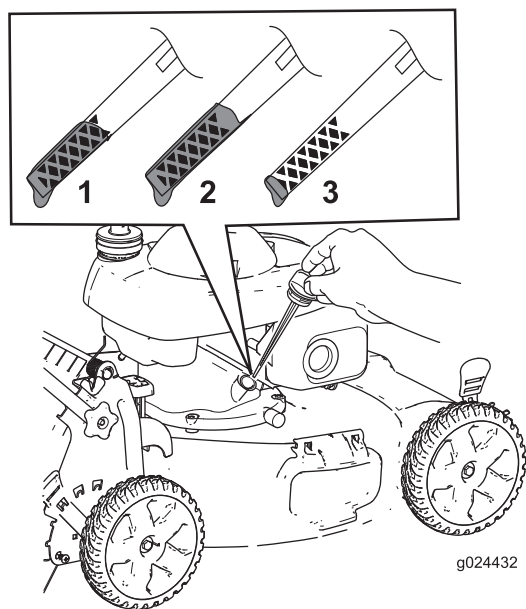

Figura 11
2. Retire la varilla (Figura 11).
5. Observe en la varilla el nivel de aceite (Figura 11).